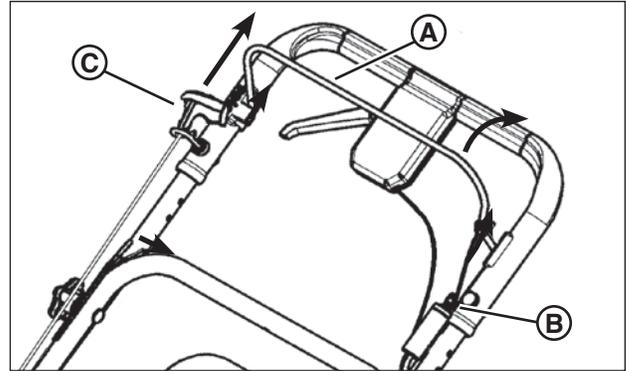

Figure 6: Démarrer la tondeuse
1. Serrer la commande de lame (**A, Figure 6**) en la maintenant contre la poignée.